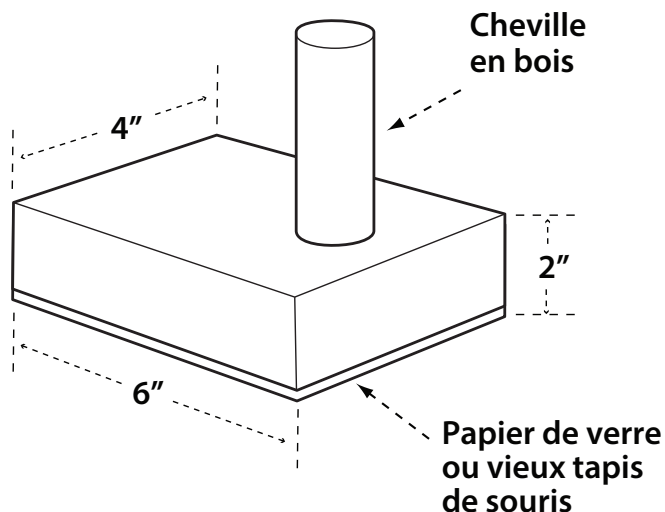

FIGURE 31
3. Collez un morceau de matériau mou ou rugueux tel que du papier de verre ou du caoutchouc à la partie inférieure du bloc pour prendre en main la pièce (les vieux tapis de souris fonctionnent bien). Voir Figure 31.